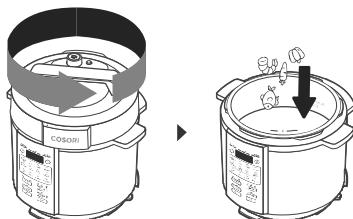

Abbildung 6.1
- Drehen Sie den Deckel gegen den Uhrzeigersinn und heben Sie ihn zum Abnehmen an. Den Deckel des Schnellkochtopfs **nicht** verwenden, wenn Sie die Funktion **ANBRATEN** verwenden. **[Abbildung 6.1]**